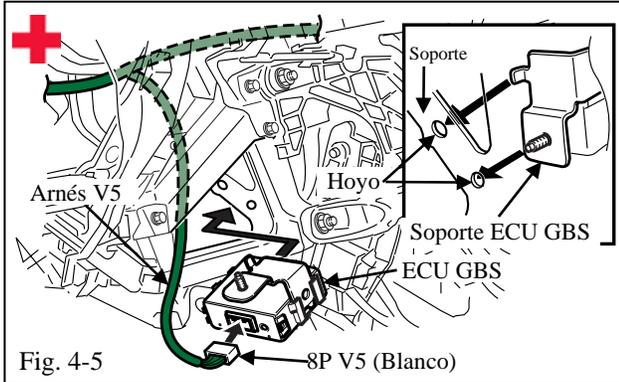

Fig. 4-5
- (e) Enchufe el Conector 8P Blanco del Arnés V5 al ECU del GBS. (Fig. 4-5)
- (1) Verifique que la conexión esté segura.
- (f) Pase el ECU GBS entre el espacio del Soporte del Vehículo hacia adentro del área del Clúster Central como se muestra. (Fig. 4-5)
- (1) Asegúrese que el vástago del Soporte asienta correctamente.